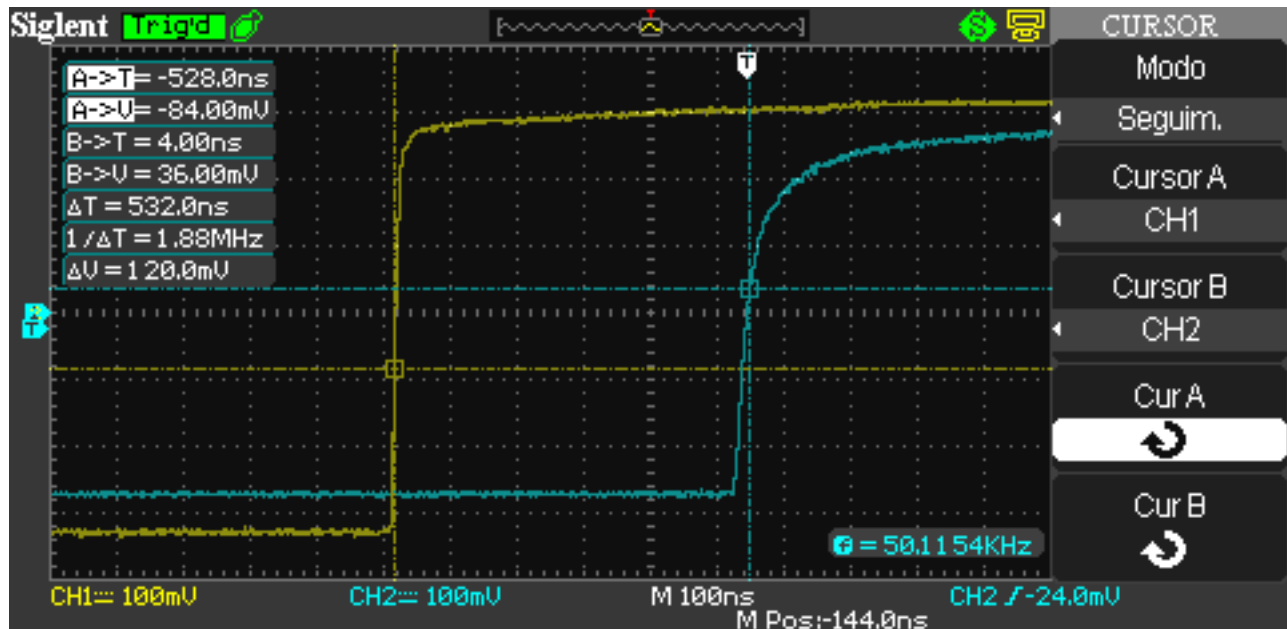

Fig. 8
2. *Tempo de propagación.* Selecciónese o sinal cadrado no xerador, con frecuencia de arredor de 100 kHz. Pola liña propagarase unha onda cadrada e un tempo de retardo t_p despois aparecerá na saída. Axústese adecuadamente o varrido horizontal no osciloscopio e médase este tempo (fig. 8). Auméntese esa frecuencia a discreción. Cambia moito ese tempo de retardo? Calcula a velocidade de propagación do sinal cos datos dos que dispós.
3. *Reflexión sen inversión.* Quítese a terminación e vólvase aos 100 kHz. Agora $Z_C \rightarrow \infty$, e segundo (10) $r \rightarrow 1$. Obseńvense os cambios na entrada e na saída. Médanse os tempos e os niveis de tensión dos impulsos. Axudará facer un debuxo ou unha impresión da pantalla (o osciloscopio permíteo se se dispón dunha memoria USB).
4. *Reflexión con inversión.* Conéctese o curtocircuíto ⑥ na saída (agora V_2 non nos interesa e podemos apaga-la canle correspondente do osciloscopio). Agora en $z = l$ a onda cadrada refléctese invertida ($r = -1$) e idealmente debería anula-la onda incidente. Na entrada aparecerá un impulso de duración $2t_p$ (o que tarda a onda en ir e volver), pero despois do impulso a tensión non é nula, porque a onda reflectida experimenta atenuación ao longo do cable. Médase coma no caso anterior.